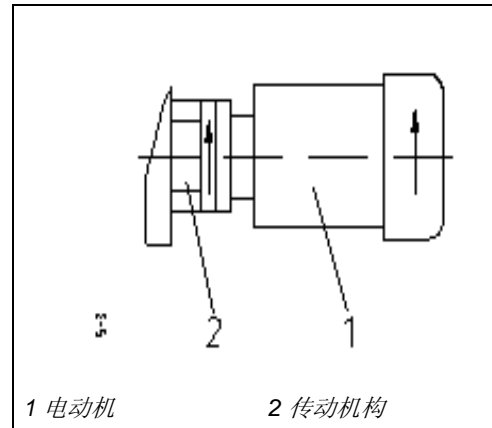

图 5.17: 电动机的旋转方向
- 检查电动机(1)的旋转方向。电动机风扇罩上的箭头和传动机构上的箭头表明了电动机的旋转方向(见图 5.17)。